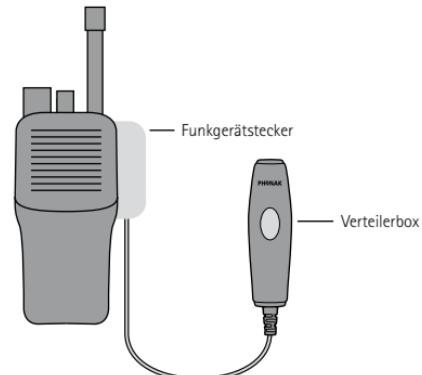

Abbildung 5
- ▶ Verbinden Sie das Profilo-Kabel über den Funkgerätstecker mit einem Funkgerät (Abbildung 5). Informationen über den korrekten Anschluss des Steckers finden Sie in der Gebrauchsanweisung des Funkgeräts.